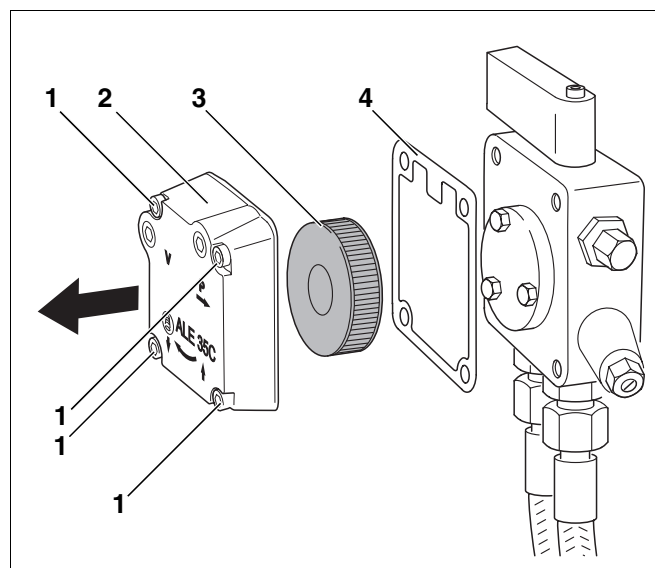

Рис. 28 Проверка фильтра топливного насоса Suntec
- Отвернуть четыре винта с внутренним шестигранником (рис. 28, поз. 1).
- Снять крышку корпуса (рис. 28, поз. 2).
- Вынуть топливный фильтр (рис. 28, поз. 3).
- Проверить уплотнение (рис. 28, поз. 4), заменить его при наличии повреждений.
- Очистить фильтр топливного насоса (рис. 28, поз. 3) промывочным бензином, если требуется, заменить его, и вновь установить на прежнее место.